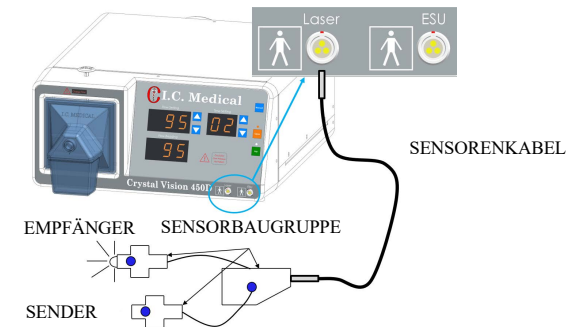

Bild 1: Teile der Sensorbaugruppe und Anschluss an CRYSTAL ViSION®
- Leiten Sie den Sensorkabel in der entsprechenden Muffe (Abbildung 1) auf das Gerät CRYSTAL VISION® und zu der Laser Sensorbox ein.